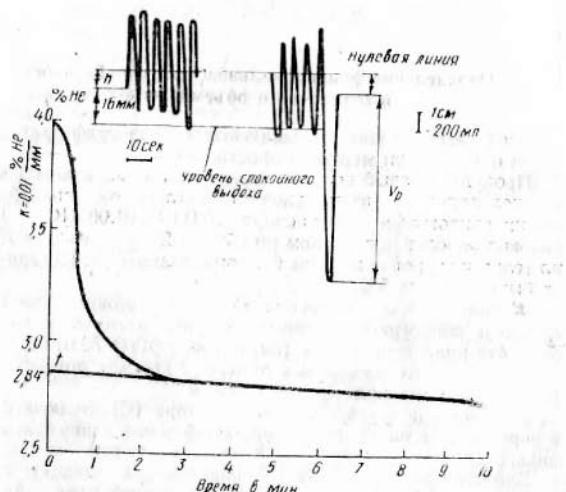

Рис. 7 Кривая разведения воздушно-гелиевой смеси.
Записывайте показания газоанализатора каждую минуту. Опыт длится 7—10 минут. В конце опыта пациент должен сдуть форсированный, предельно глубокий выдох (рис. 7).
**Пример.** Расчет функциональной остаточной емкости и остаточного объема легких на основании спирограммы и кривой разведения воздушно-гелиевой смеси, приведенных на рис. 7.
По показаниям газоанализатора строится рис. 7.
Величину D, подставляемую в формулу, определите проведением прямой линии через точки, соответствующие показанию газоанализатора в последние минуты, до пересечения с вертикальной осью в точке F. Затем, пользуясь указанным масштабом, определите величину D. В примере на рис. 7 расстояние между точкой F и делением 2,5% Не составляет 34 мм.